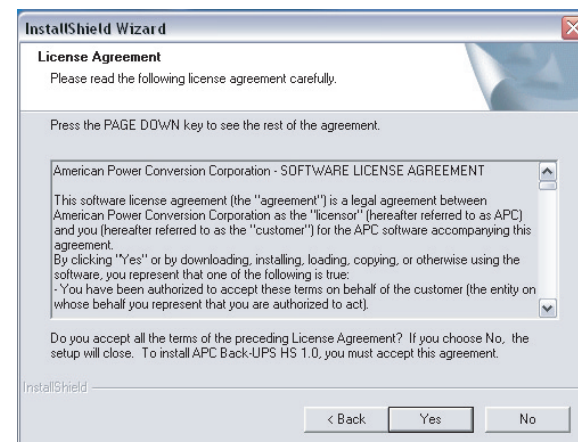

Рисунок 3. Окно Лицензионного соглашения программы InstallShield
4. После этого программа установки выведет на дисплей окно **Лицензионного соглашения (Licence Agreement)** (Рис. 3). Прочтите, пожалуйста, указанное Соглашение и примите его условия, нажав кнопку **Yes (Да)**. Для отказа от Соглашения нажмите кнопку **No (Нет)**. При этом программное обеспечение установлено не будет.